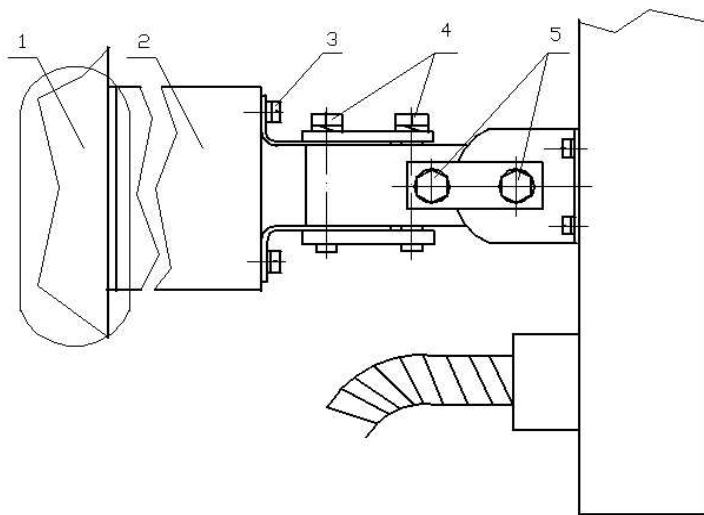

Рис. 10.2
10.2.1 Вариант установки блоков на стене 1 (заграждении) показан на рис. 10.2. Произвести разметку для крепления кронштейна 2 (УЗК-1).
10.2.4 Для проведения юстировки по азимуту необходимо ослабить болты 4 (рис. 10.2) до обеспечения возможности поворота блока с мягким усилием. Повернуть блок БПРМ (БПРД) в направлении противоположного блока БПРД (БПРМ) данного участка. Затянуть болты 4 до выпрямления пружинных шайб.
10.2.5 Для проведения визуальной юстировки по углу места (см. рис.10.2 ослабить болты 5 до обеспечения поворота блока с мягким усилием. Повернуть блок БПРМ (БПРД) в направлении противоположного блока. Затянуть болты 5 до выпрямления пружинных шайб.